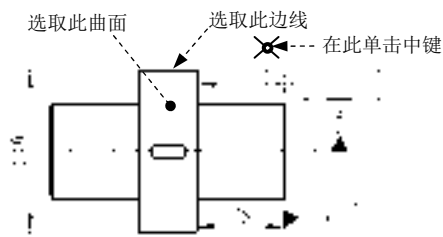

图 5.6.33 标注“位置度”
Step6. 将公差基准设置为 **B**, 其他参数采用系统默认设置值, 结果如图 5.6.33 所示。
Step3. 定义公差参照。在 **参考: 区域** 的 **类型** 下拉列表中选择 **曲面** 选项，选取图 5.6.33 所示的曲面为公差参照。
(1) 在对话框中 **放置** 区域的 **类型** 下拉列表中选择 **法向引线** 选项，在弹出的
(2) 在系统 选择多边, 尺寸界线, 坐标系, 轴心, 多个轴线, 曲线, 顶点 或截面图元 的提示下, 选取图 5.6.33 所示的边线。
(3) 在图 5.6.33 所示的位置单击中键, 放置“同轴度”公差。